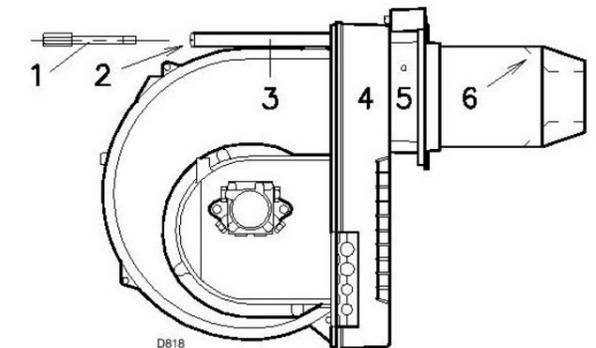

Fig. 14
- Remonter finalement le brûleur 4)(Fig. 14) sur les guides 3) et faire coulisser celui-ci jusqu'à la bride 5), en le tenant légèrement soulevé pour éviter que l'ensemble stabilisateur de flamme ne bute contre les ailettes de guidage 6) de la buse.
- Visser les vis 2)(Fig. 14) sur les guides 3) et la vis 1) de fixation du brûleur à la bride.